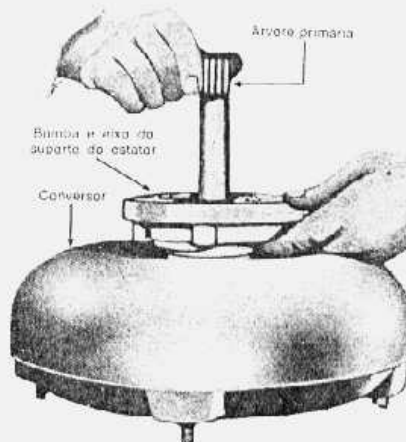

fig. 28 — verificação da interferência entre a turbina e o estator
- Colocar a árvore primária no cubo da turbina (fig. 28).